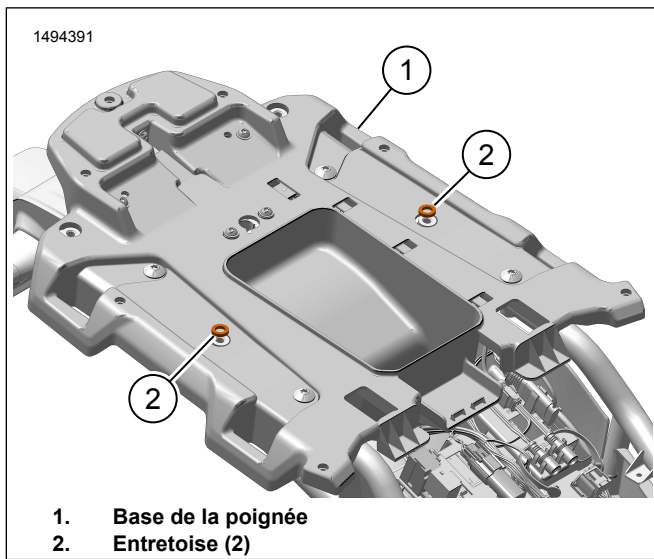

Figure 7. Entretoises
6. Voir la figure 7. Installer les entretoises (2) dans la base de la poignée (1).